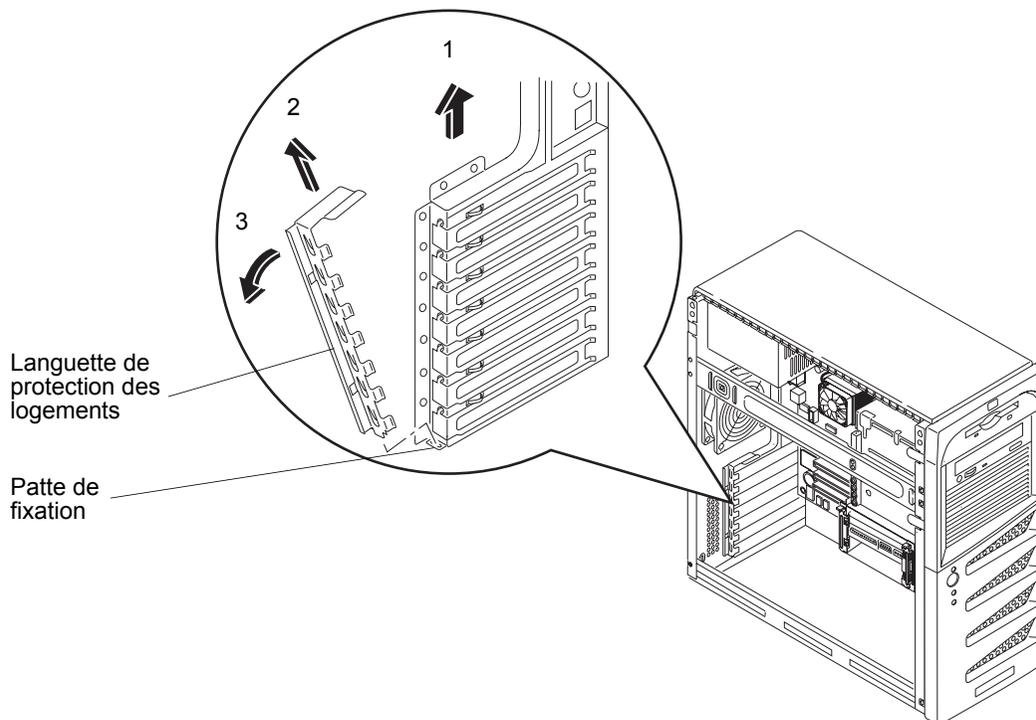
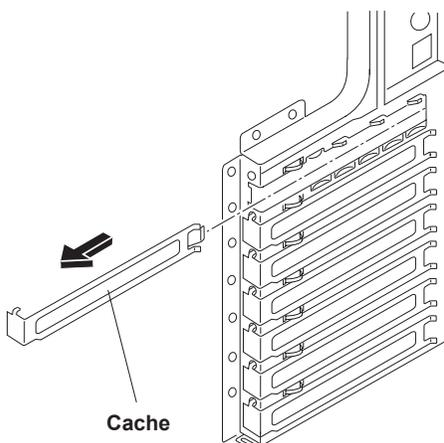

Figure 3-20. Retrait de la languette de protection des logements
Figure 3-21. Retrait du cache du logement
- c. Sortez-la du châssis et conservez-la pour faciliter le remontage. Voir la *Figure 3-20* et la *Figure 3-21*.
8. Retirez le cache du logement que vous souhaitez utiliser, puis sortez-le du châssis. Voir la Figure 3-21.
- Pour remettre en place la languette de protection permettant de sécuriser l'accès à la carte d'extension, répétez les étapes illustrées à la Figure 3-20 dans l'ordre inverse.